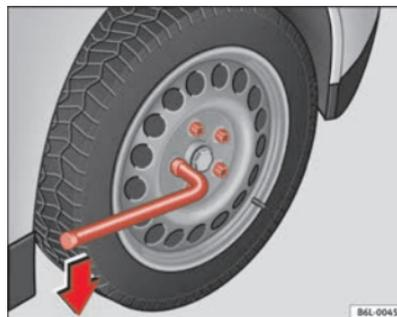

Fig. 124 Substituição de pneu: desapertar os parafusos da roda
- Pegue na chave pela sua extremidade e rode o parafuso cerca de uma volta para a **esquerda** ⇒ fig. 124.